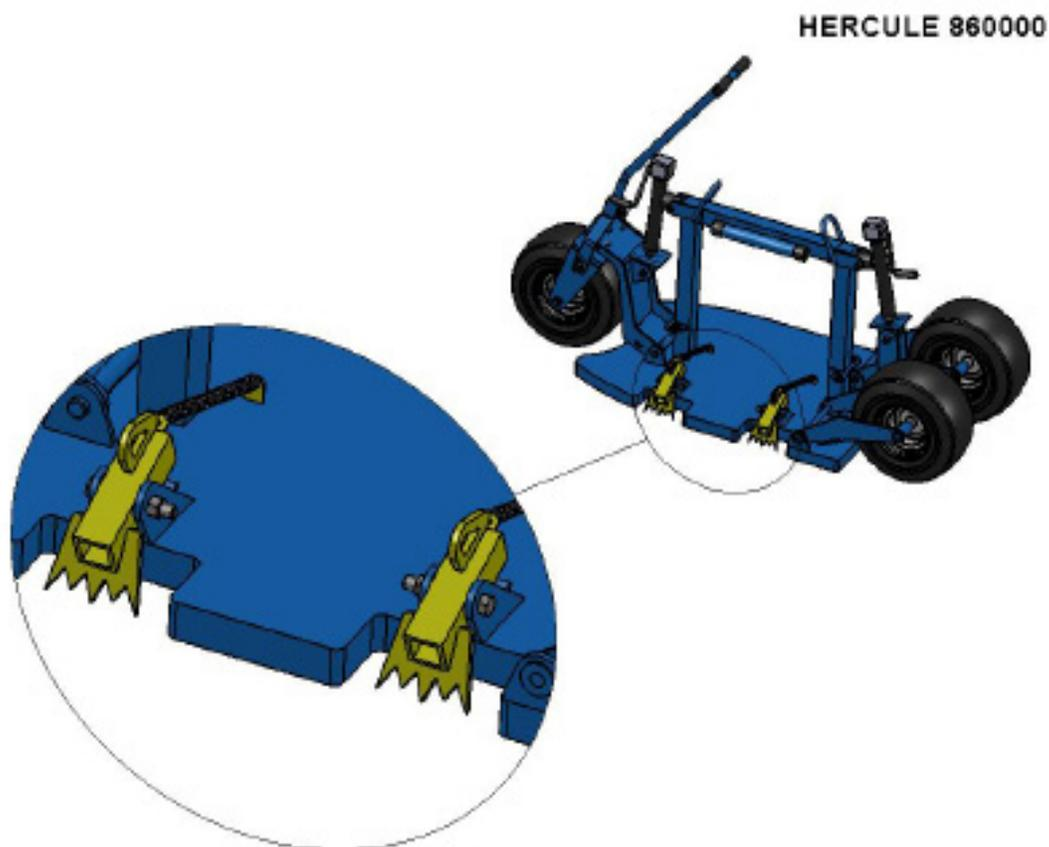

Figure 9
c. Pour l'utilisation en mode antichute, l'utilisateur ancre son système de protection contre les chutes de hauteur à l'anneau situé sur le grappin jaune. Il ne doit y avoir qu'un seul utilisateur ancré par grappin jaune. (Voir figure 9)